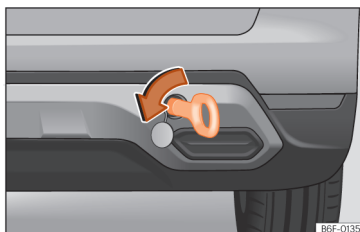

Abb. 165 Auf der rechten Seite des hinteren Stoßfängers: Eingeschraubte Abschleppöse.
- Drehen Sie die Abschleppöse **entgegen dem Uhrzeigersinn** so fest wie möglich in die Aufnahme » [Abb. 165] , » S. 272. Verwenden Sie ein geeignetes Hilfsmittel, um die Abschleppöse festzuziehen.